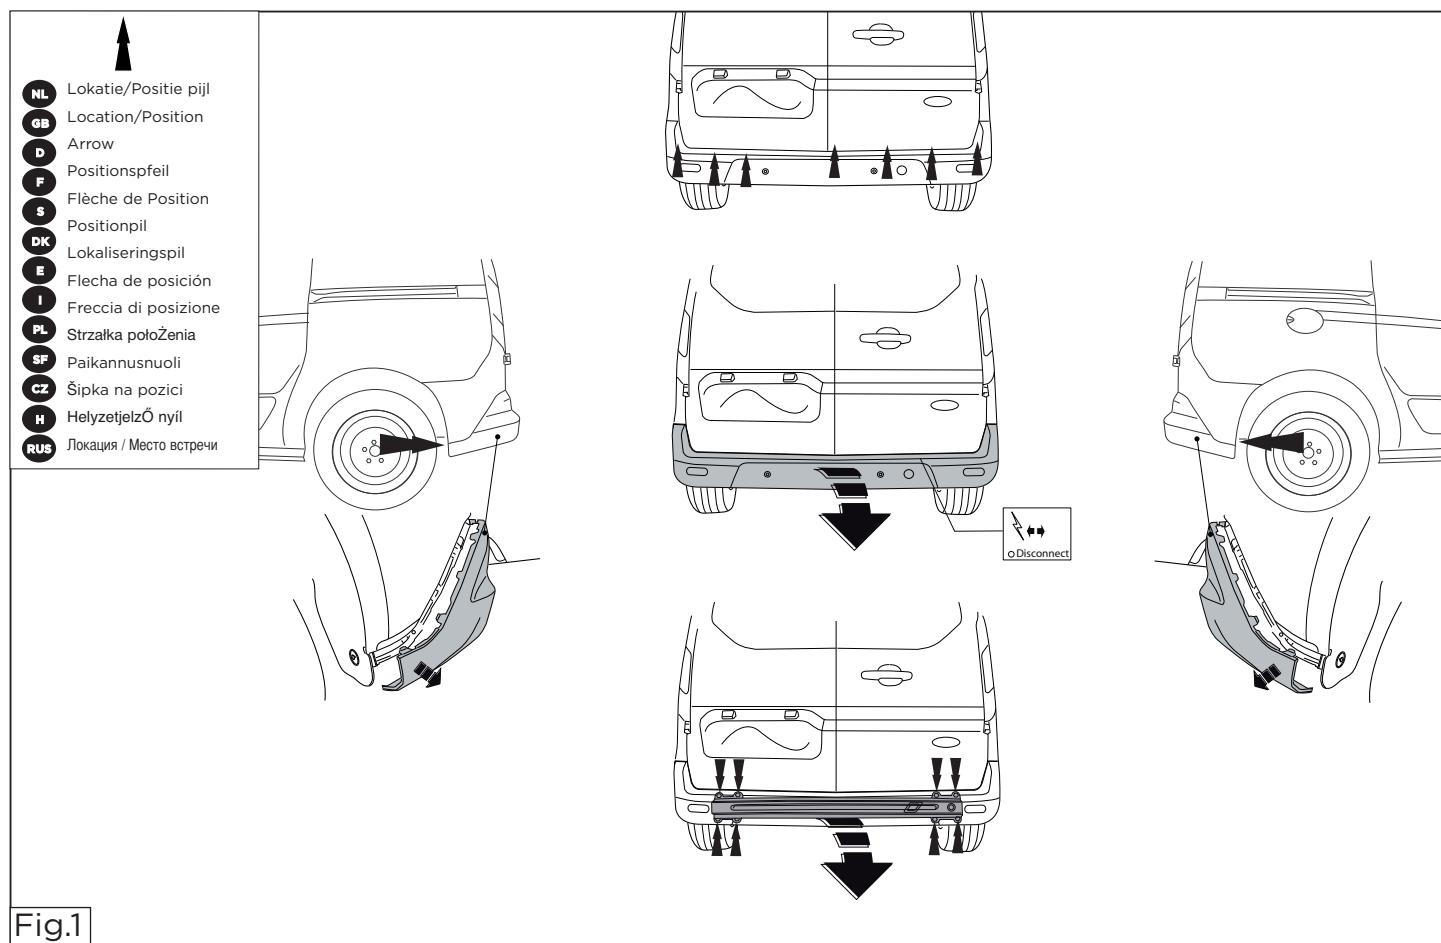

Fig.1
1. Die Stoßstange einschließlich des stählernen Stoßbalkens vom Fahrzeug abmontieren. Der Stoßbalken wird nicht mehr benötigt. Siehe Abbildung 1.
1. Demonter kofangeren, inklusive køretøjets stålstødbjælke. Denne bliver overflødig. Se fig.1.